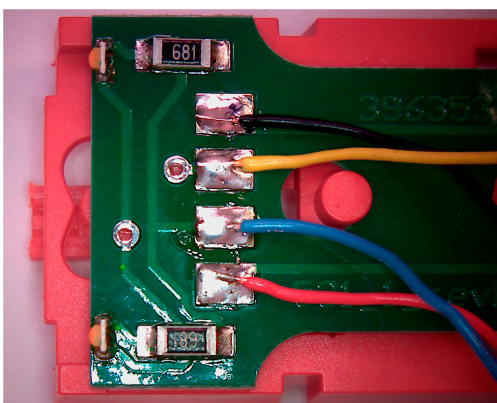

Abb.11
- Im nächsten Montageschritt werden die 4 farbigen Litzen an die Leiterplatte des Tenders angelötet (Abb. 11).